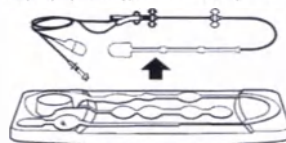

Рис. 4
- Осторожно извлеките экстракорпоральную трубку, Y-образное крепление и баллонный катетер с T-образной ручкой из лотка. (Не отсоединяйте одноканальный клапан при извлечении экстракорпоральной трубки из лотка.) (См. рис. 4.)